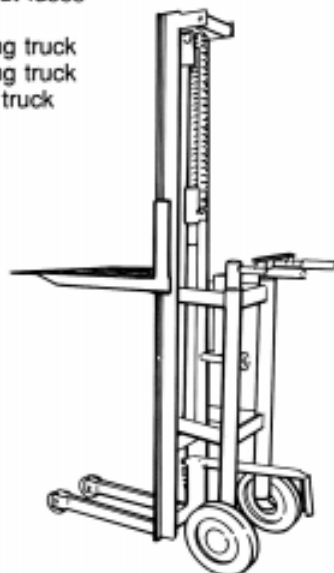

Fig. 39 Carrello di sollevamento e movimentazione
- Carrello di sollevamento e traino dei carrelli contattore e speciali fuori quadro (fig. 39)
- Lifting and handling truck for contactor and special trucks outside the switchboard (fig. 39)